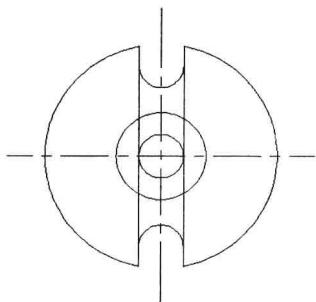

图 4-5-15
(4) 依次单击两条垂直线之间的圆弧部分，单击的对象被剪切，如图 4-5-15 所示。